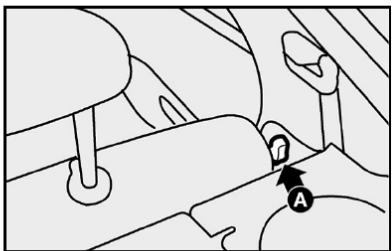

fig. 90
4) Desencaixar o encosto, movendo as alavancas laterais A-fig. 90 no sentido da seta.
Para isso, destravar a alavanca da direita ou da esquerda A-fig. 90 e rebater para a frente o encosto até obter uma única superfície de carga.